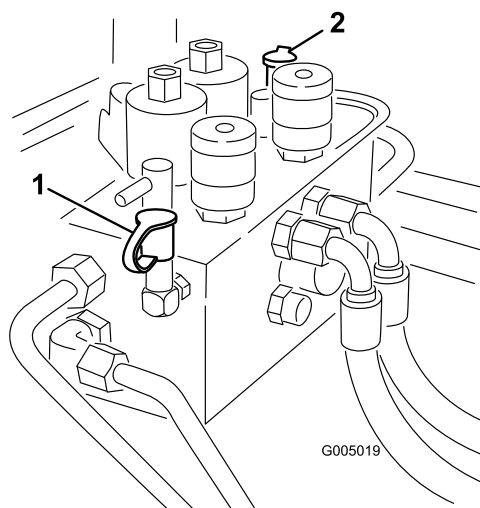

Bild 76
2. Mit dem Testanschluss B (Bild 76) wird der Hydraulikschaltkreis für die vorderen Schneideinheiten geprüft.
3. Mit dem Testanschluss C (Bild 76) wird der Hydraulikschaltkreis für die hinteren Schneideinheiten geprüft.